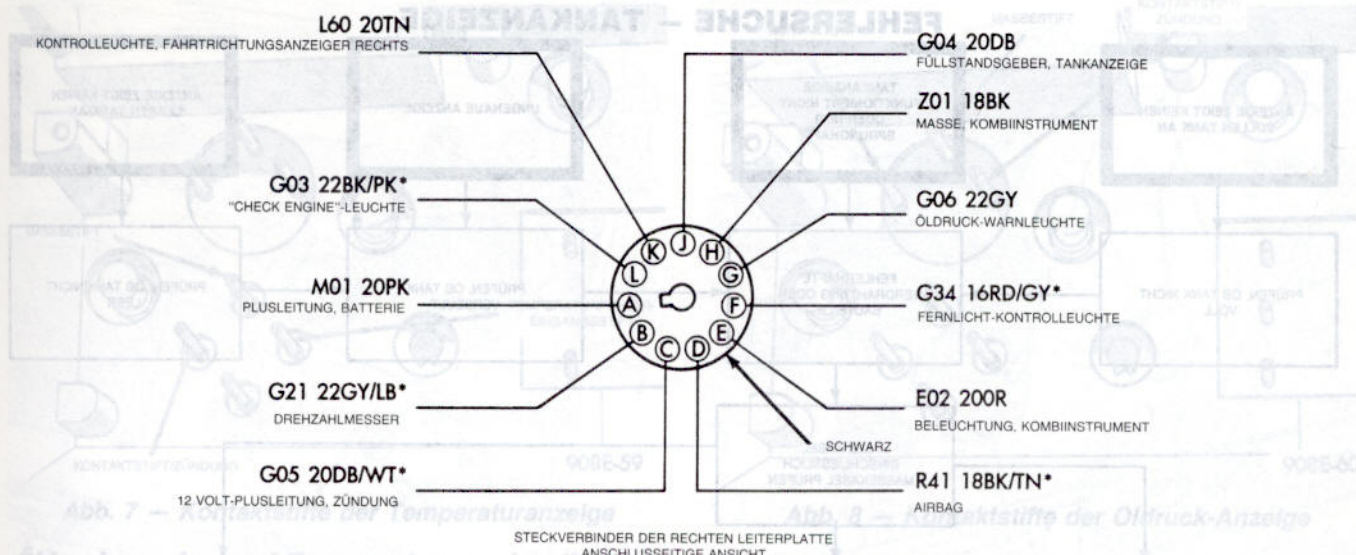

Abb. 3 – 11-poliger Steckverbinder der Leiterplatte
Überprüfung des Stromkreises (Abb. 3 und 4)
- (1) Kombiinstrument ausbauen.
- (2) Prüfen, ob an Pol A des 11-poligen, schwarzen Steckverbinders der Instrumententafel Batteriespannung anliegt.
- (3) Zündschalter in Stellung "ON" bringen und prüfen, ob an Pol C (Zündung) des 11-poligen Steckverbinders der Instrumententafel Batteriespannung anliegt (Abb. 3).
- (4) Pol H des 11-poligen Steckverbinders der Instrumententafel auf Durchgang an Masse prüfen (Abb. 3).
- (5) Signal vom Motorüberwachungsmodul zum Drehzahlmesser prüfen; hierzu ein digitales Wechselstrom-Voltmeter zwischen Pol B des 11-poligen Steckverbinders des Kombiinstruments und Masse anschließen. Bei laufendem Motor muß mindestens 1,0 Volt angezeigt werden.